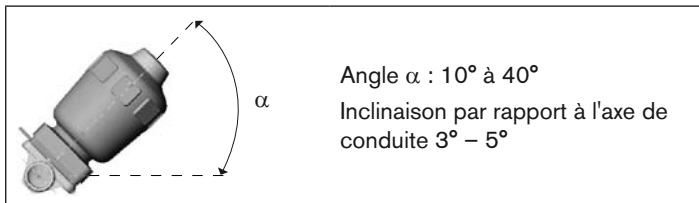

Fig. 24 : Montage pour permettre au boîtier de se vider automatiquement
- Montez le boîtier avec un angle d'inclinaison $\alpha = 10^\circ$ à 40° par rapport à l'horizontale (voir Fig. 24 :).